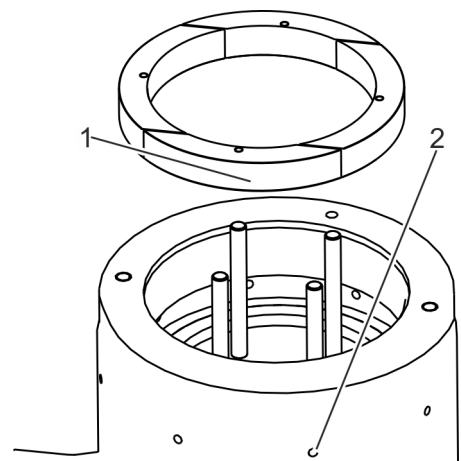

Fig. 9: Retirar los segmentos
6. ➔ Con el punzón de extracción, golpee hacia dentro los segmentos (Fig. 9/1) a través de los orificios de extracción exteriores (Fig. 9/2).
7. ➔ Extraiga los segmentos (Fig. 9/1).